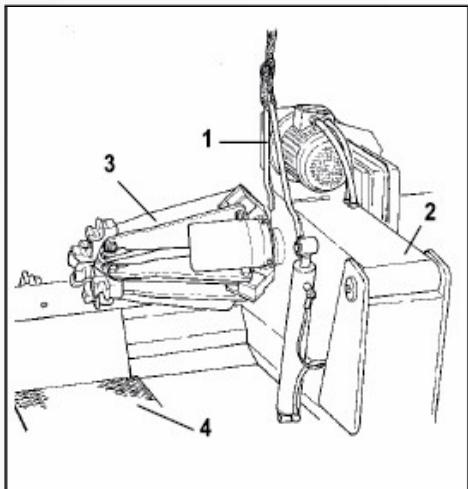

Рисунок 33
(на стенде для транспортировки установлена вилка 1 (рис. 33).
1) Опустите вниз до конца кронштейн самоцентрирующейся цанги 2 (рис. 33).
2) Полностью сложите кронштейны цанги 3 (рис. 33).
3) Картинку 4 (рис.33) до упора подведите к кронштейну.